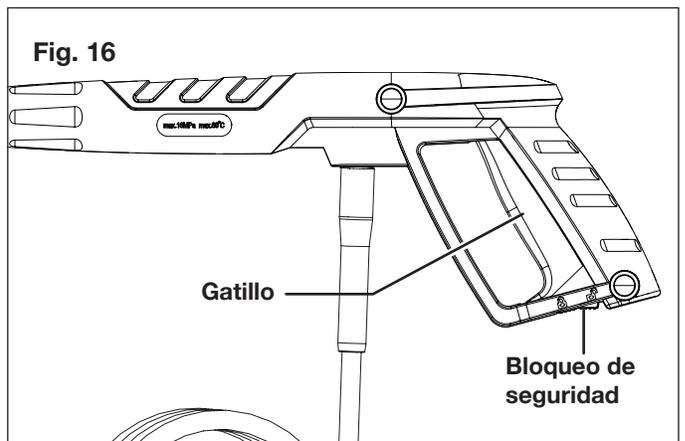

Fig. 16
4. Destrae el bloqueo de seguridad, luego presione el gatillo por unos segundos hasta que el flujo de agua se estabilice. Operar la hidrolavadora a presión de esta forma permitirá que el aire escape y se descargue la presión residual en la manguera (Fig. 16).
- Active la traba de seguridad de la pistola (Fig. 16);